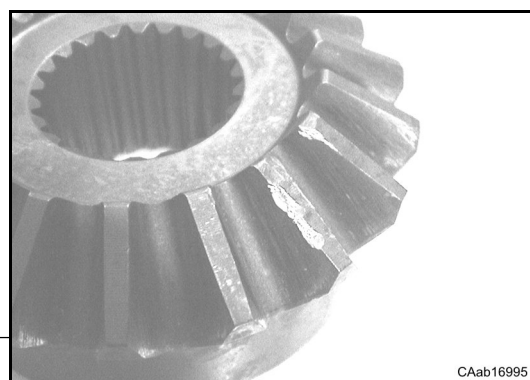

Fig. 14
- Controllare che tutti gli ingranaggi non presentino avarie od usure eccessive delle dentature: gli smussi dei denti non devono essere deteriorati (Fig. 14).
- *Gears should not be spoiled and teething should not be excessively worn out. Teeth smoothing should not be deteriorated (Fig. 14).*